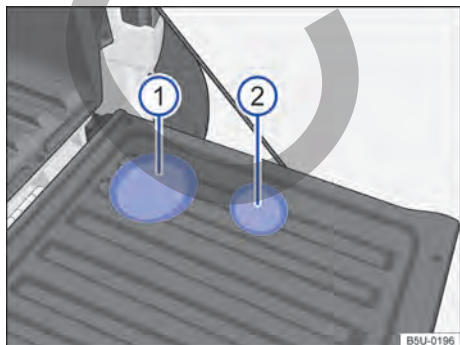

Fig. 111 En el revestimiento de la puerta del compartimento de carga: ① portabotellas y ② portabebidas.
Para utilizar los portabotellas → fig. 111 ① y los portabebidas ② abra la tapa del compartimento de carga.